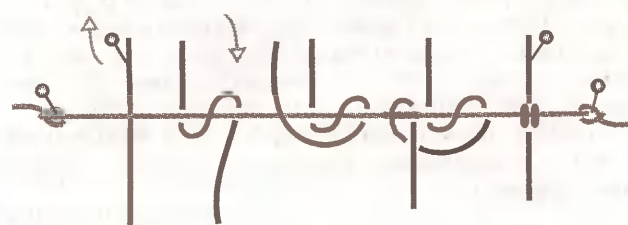

Рис. 13
**4-й способ** (рис. 13). Положите под основу верхний конец нити и зафиксируйте его булавкой на расстоянии 2-3 см над основой. Нижний конец накиньте на основу справа и протяните под нее — получится 1-й виток. Затем нижний конец нити накиньте на основу слева от верхнего конца и протяните в образовавшуюся петлю снизу над основой — получился 2-й виток. Затяните верхнюю и нижнюю нити — узел готов. Этот способ используют, когда нужно прикрепить к основе лишь один конец нити.